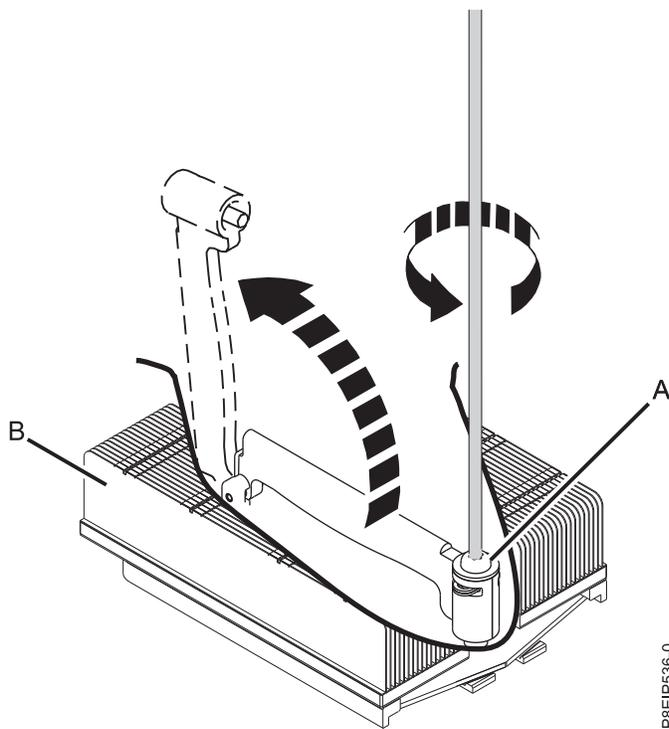

Figura 34. Soltando o Parafuso do Braço de Carregamento do Dissipador de Calor
3. Solte o parafuso do braço de carregamento (A) do dissipador de calor do processador do sistema (B) que está sendo removido com uma chave de fenda Phillips nº3. O braço de carregamento gira para cima na direção mostrada na Figura 34 na página 37.